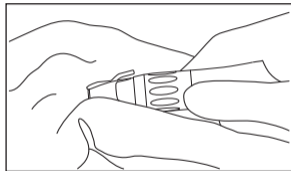

Fig. 12
2) Limpie el exterior de la pieza de mano con un paño húmedo con desinfectante o etanol a una concentración del 60-90% (Fig. 12).